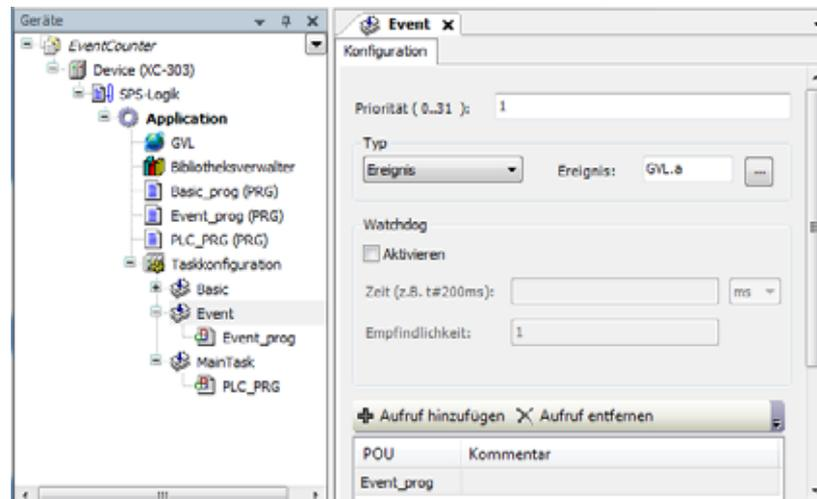

Abbildung 51: Ereignisgesteuerte Task anlegen
- ▶ Legen Sie eine Task vom Typ „Ereignis“ mit dem Namen „Event“ gemäß Abbildung 51 an.